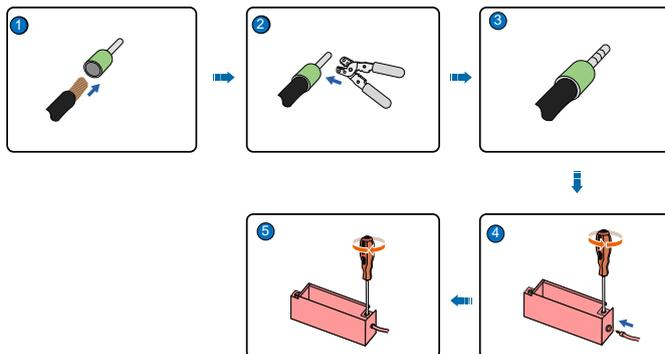

Fig. 6-1 Conexão de entrada positiva
- O método de conexão da versão do fusível negativo é igual ao método da conexão positiva. Conecte o cabo ao terminal de conexão "PV1-" no interior do PVS consultando "Fig. 6-1 Conexão de entrada positiva".